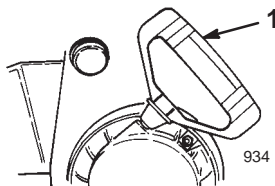

Figure 17
- **Lanceur** (Fig. 17)—Le lanceur se trouve à l'arrière du moteur. Tirez sur le lanceur pour mettre le moteur en marche.
- A. Prenez la poignée du lanceur (Fig. 17) et tirez-la lentement jusqu'à ce que vous sentiez une résistance, puis tirez vigoureusement pour lancer le moteur.